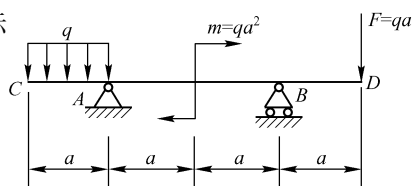

图 27
12. 画出如图 27 所示梁的剪力图和弯矩图。计算并标出最大剪力和最大弯矩的值。